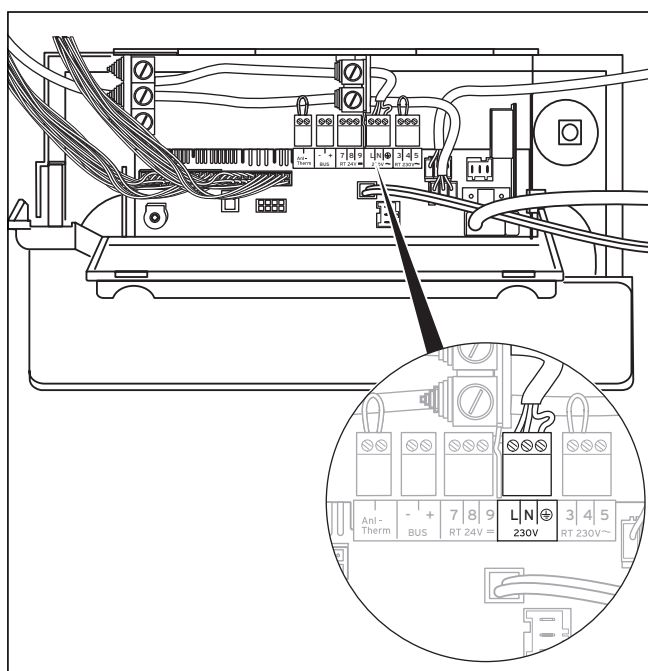

Fig. 5.14 Ejemplo de guía de cables
- Conecte los conductores en las ranuras de conexión del sistema electrónico (L, N y tierra), véase fig. 5.14. Utilice el enchufe correspondiente.
- Cierre la tapa trasera (1) de la caja electrónica y presiónela hasta que oiga que ha encajado.